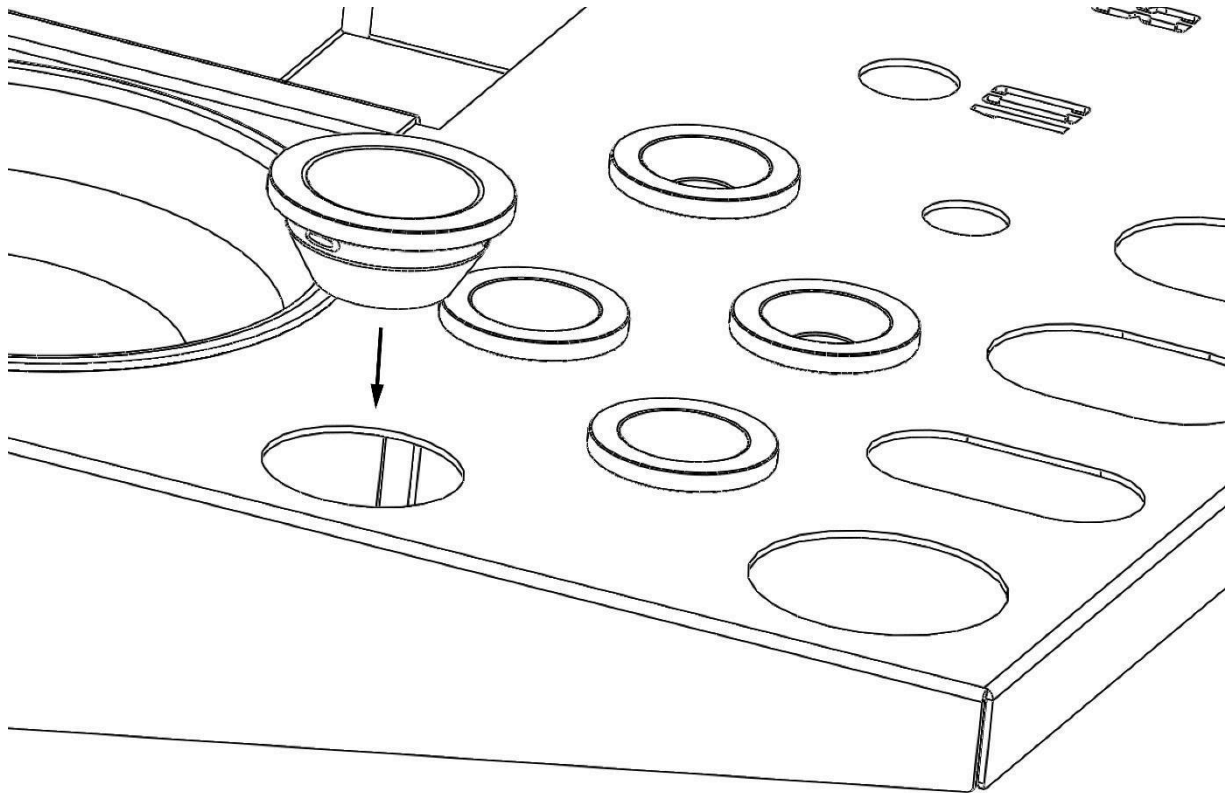

Abbildung 11: Optionale Kunststoffhalterungen für Schraubendreher
- ◆ Die mitgelieferten Kunststoffhalterungen können verwendet werden, um ein Verkanten von Schraubendrehern in der Werkzeugablage zu verhindern. Sie werden eingebaut, indem man sie von oben in die Ausschnitte einsteckt und einschiebt (Bild 11)